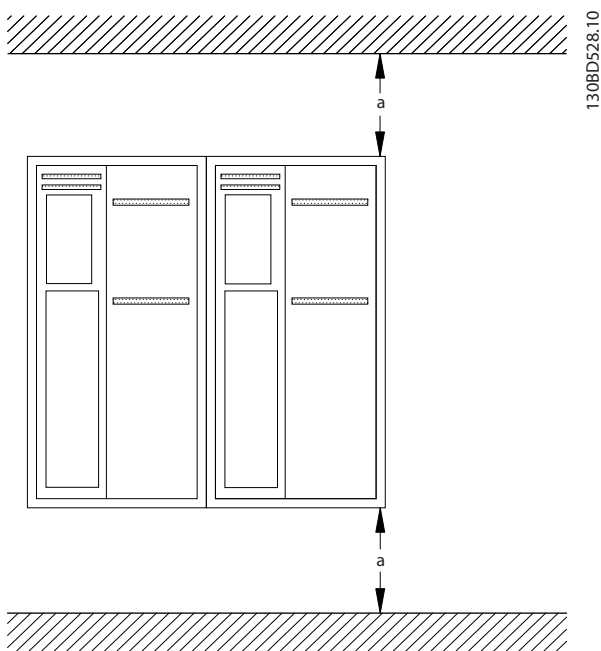

図 3.4 上部および下部の冷却用空きスペース
- 上部と下部に冷却用空きスペースを確保してください。空きスペースの要件については、図 3.4 を参照してください。